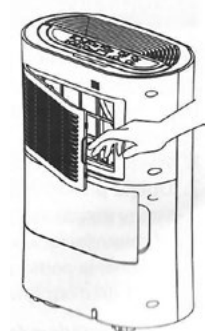

fig. 7
3. Fjern innløpsgitteret (6) og kullfilterpatronen (13) (fig. 7). Støv risten (6) med en myk børste, vask den i vann med et vaskemiddel og skyll og tørk. Risten må være helt ren. Ved vedvarende skitt, gjenta rengjøringsprosessen. Støv av patron med en myk børste, men ikke vask den. Skift ut filtrene etter rengjøring. Filtre bør rengjøres en gang hver 2-3 uke. Hvis mekanisk skade er funnet, skift ut filtrene.